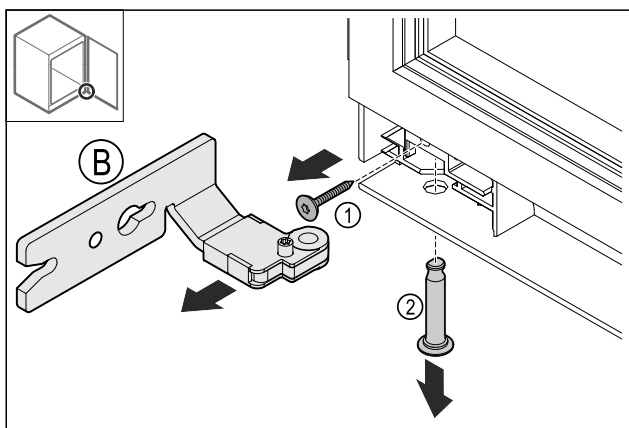

Fig. 17
- Schroef Fig. 17 (1) verwijderen.
- Bouten Fig. 17 (2) verwijderen.
- Scharnier Fig. 17 (B) verwijderen.